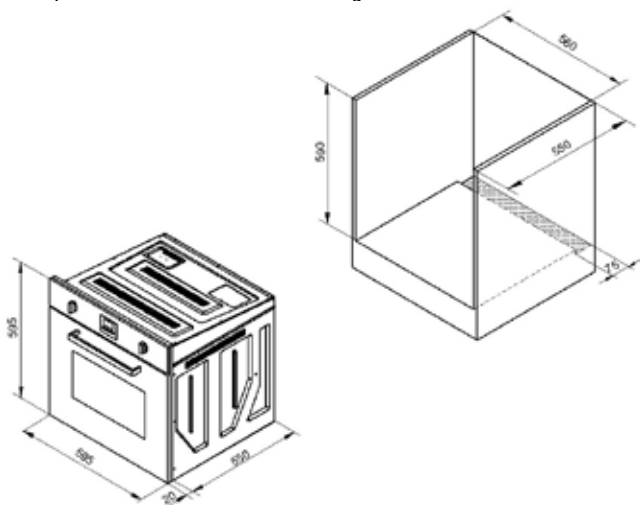
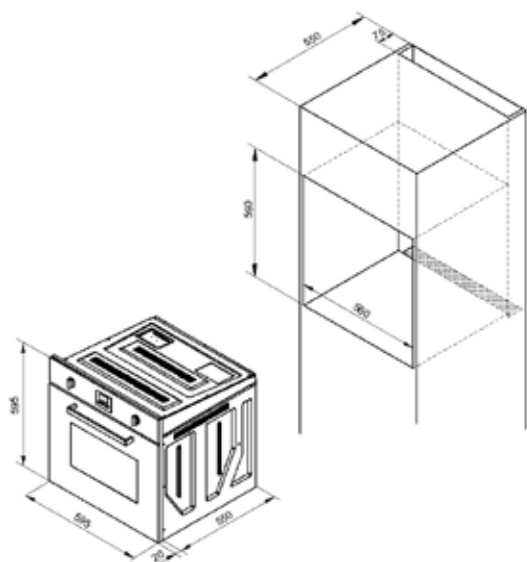

Figura 1
Figura 2
- Cuptorul este destinat pentru a fi încorporat într-un corp de mobilier. Se poate instala sub blatul de lucru ori într-un corp mai înalt, la semi înălțime. Asigurați un gol de încastrare conform este exemplificat (Figura 1 și Figura 2)